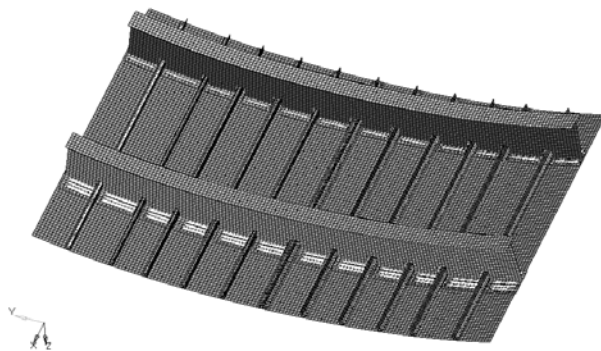

图 7-108 将创建的一维单元复制到每一根长桁的位置
(5) 重复上述步骤，将创建的一维单元复制到每一根长桁的位置，如图 7-108 所示。